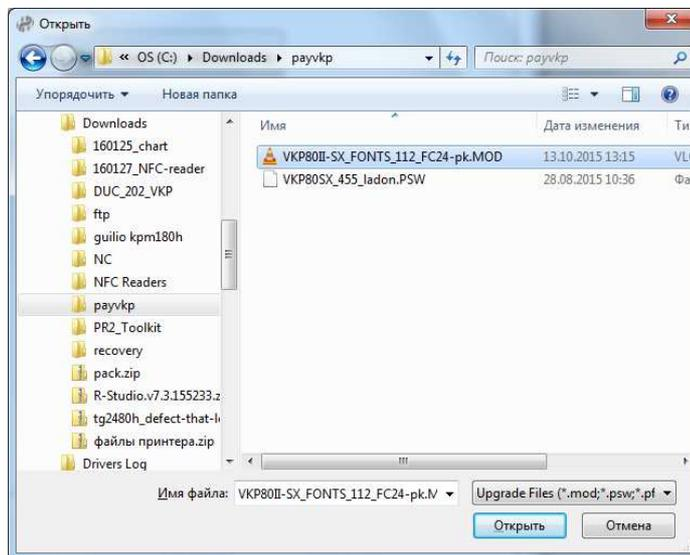

Рисунок 17 – Окно выбора.
- Откроется окно выбора файла (см Рисунок 17)